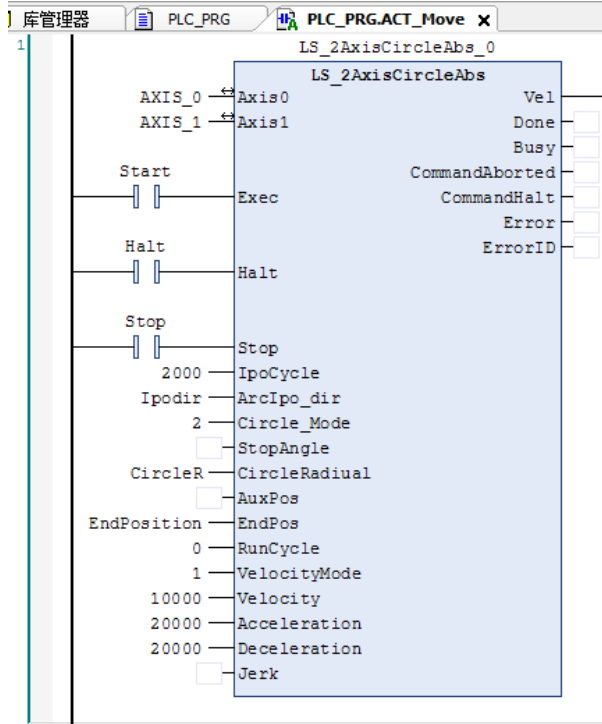

图 8.17 圆弧插补运动模块
2) 在主程序 PLC\_PRG 下新建上电模块 ACT\_Power 和运动模块 ACT\_Move，并填写对应的参数和变量，如图 8.17 所示；